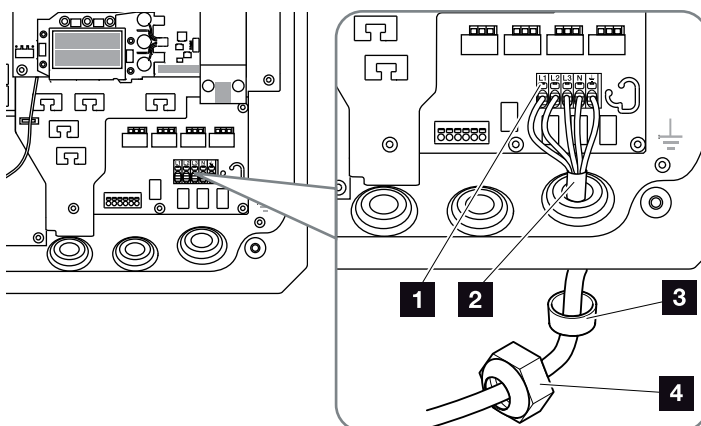

Fig. 31: Conectar el cable de potencia en el inversor
7. Conectar los conductores del cable de potencia conforme a la inscripción en el borne de conexión CA. **!** **Fig. 31, pos. 1**